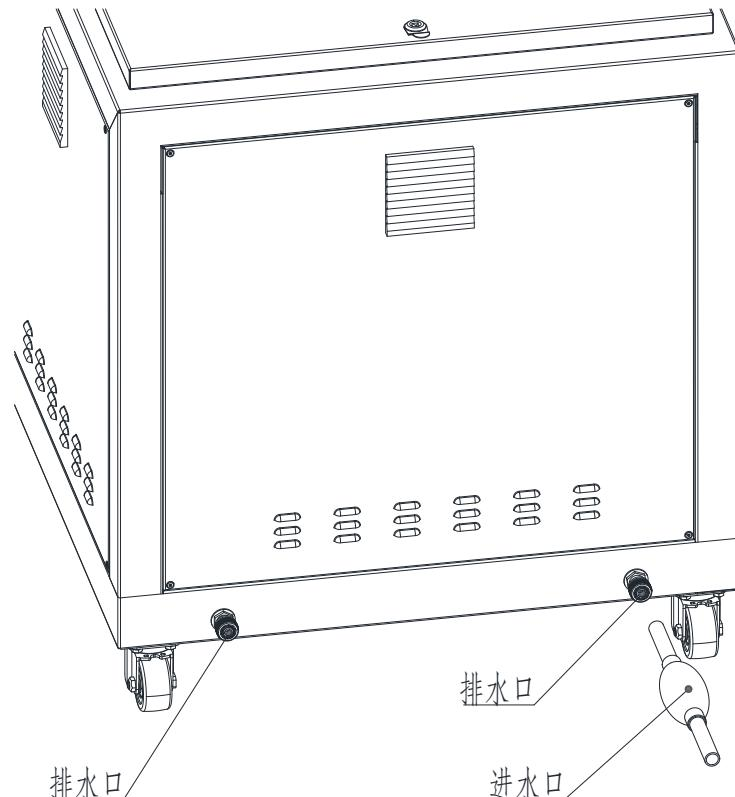

图 9 供水接口图
如图 9 所示，水源接口的位置在水电阻负载箱的背面下方，左侧是排水口，右侧是进水口。
- (1) 将硅胶排水管的一端连接到图 9 的排水口；**警示：不要将钢丝进水管当成排水管使用，否则该水管可能会因高温而受损；**